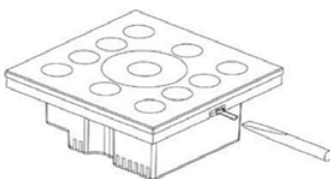

Рис.1.
- 3.5. Отсоедините лицевую панель от корпуса, аккуратно поддев её плоской отверткой (рис. 1).